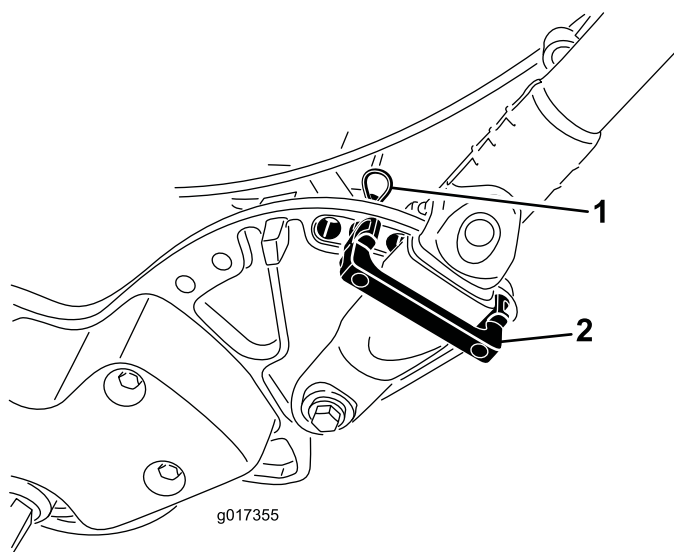

図 32
1. 機体左右のハンドルリテーナからヘアピンコッターを抜き取る 図 32。
2. ハンドルを支えながら、左右のヘアピンコッターを抜き、ハンドルを希望の位置にセットする 図 32。